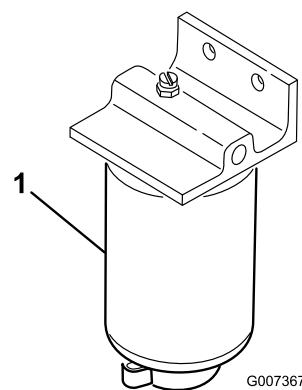

図 64
1. 燃料フィルタのキャニスタの下に汚れのない容器をおく（図 64）。